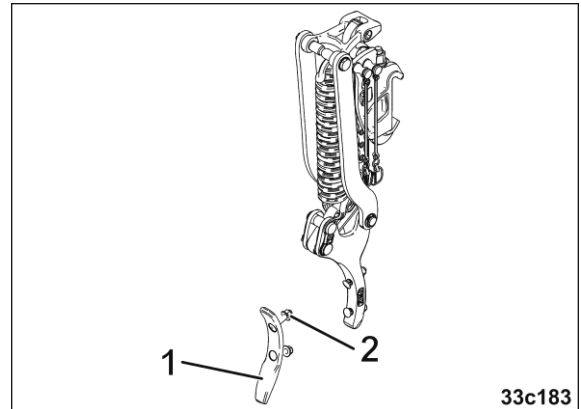

Fig. 166
1. Desserrer les écrous (Fig. 166/2)
2. Remplacer les pointes des socs d'effaceur de traces (Fig. 166/1)
3. Serrer les écrous (Fig. 166/1)